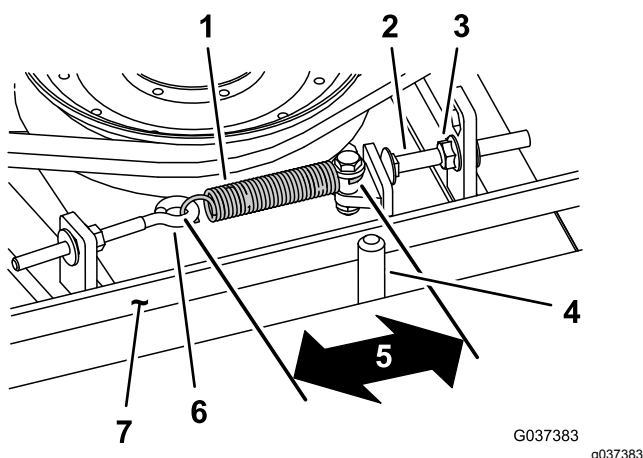

Figura 77
Quando la tensione è corretta, la misura interna della molla di prolunga (da gancio a gancio) deve essere circa 8,3 cm - 9,5 cm. Quando la tensione della molla è giusta, regolate il bullone di arresto (bullone a testa tonda) fino ad ottenere un gioco di 2-5 mm tra la testa del bullone ed il braccio di rinvio (Figura 77).
Nota: Verificate che la cinghia si trovi dal lato molla del guidacinghia (Figura 77).
2. Allentate il bullone ad occhio per consentire la rimozione della molla di prolunga (Figura 77).
3. Allentate il dado flangiato che fissa il bullone di arresto all'aletta di montaggio e spostate la puleggia tendicinghia dalla cinghia per rilasciare la tensione (Figura 77).
9. Collegate la molla di prolunga (Figura 77) al bullone ad occhio e tendete la cinghia come segue: